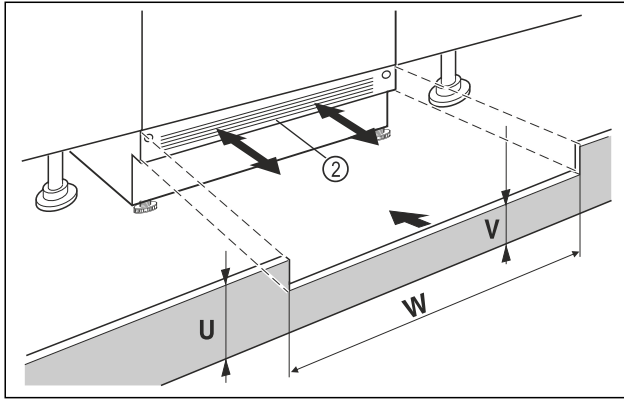

Fig. 70 Ілюстративне зображення
- ▶ Поставте на місце плінтус пристрою Fig. 70 (2), але поки що не закріплюйте його.
- ▶ Якщо плінтус видно Fig. 70 (2), потягніть його вперед так, щоб передній край вентиляційної решітки став урівень із плінтусом меблів.
- ▶ Якщо плінтус приховано Fig. 70 (2), посуньте його повністю назад.
- ▶ Слідкуйте за повністю вільним доступом повітря: За необхідності обріжте плінтус меблів по висоті Fig. 70 (U)!
- ▶ Під плінтусом пристрою Fig. 70 (W) по ширині ніші Fig. 70 (V) облаштуйте сходинку відповідних розмірів Fig. 70 (2).